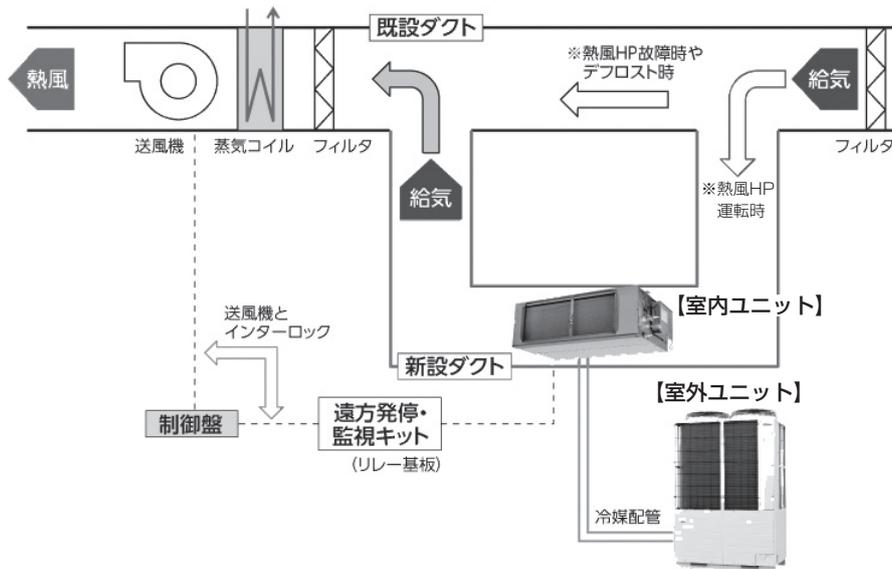
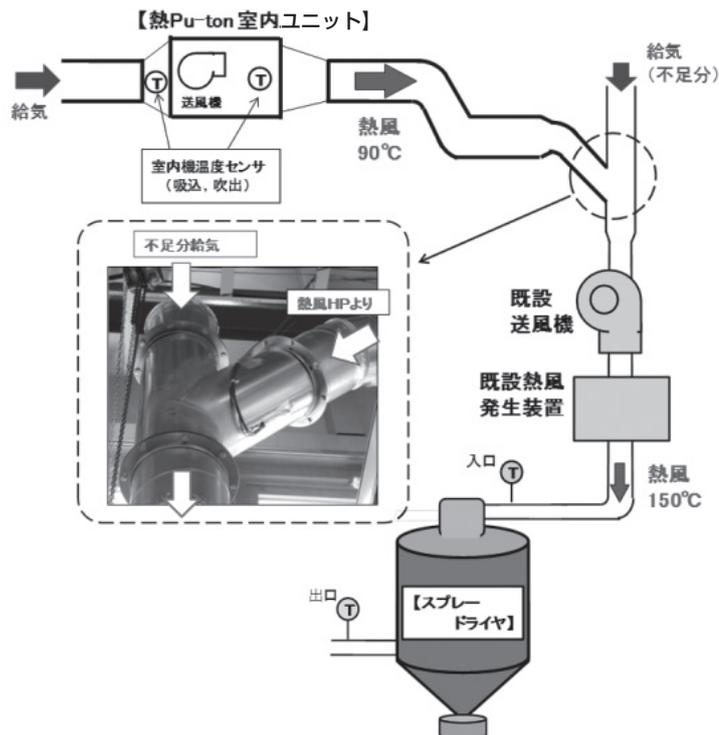

図 1 室内ユニット設置例 1：バイパス回路の事例
図 2 室内ユニット設置例 2：Y 字形の接続管の採用事例
例として、図 1 および図 2 に示すように、既設の給気ダクトに室内ユニットを設置する際は、
- ・バイパス回路を設けて室内ユニットを設置する。(図 1)
- ・Y 字形の接続ダクトを使用する。(図 2)